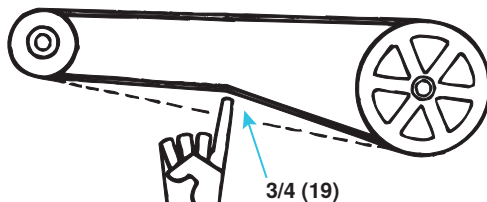

Figure 34. Vérification de la tension des courroies
- Une tension adéquate des courroies est importante pour la durée de vie des courroies et du moteur. Une courroie qui n'est pas assez tendue peut causer une usure prématurée et un glissement. Une courroie trop tendue peut causer une usure prématurée des roulements du moteur et du souffleur. Vérifiez la tension de la courroie tel que montré dans la Figure 34.
- Si la courroie ne peut pas être enfoncée de 3/4 pouce (19 mm), tel que montré dans la Figure 34, ajustez la tension de la courroie comme suit :